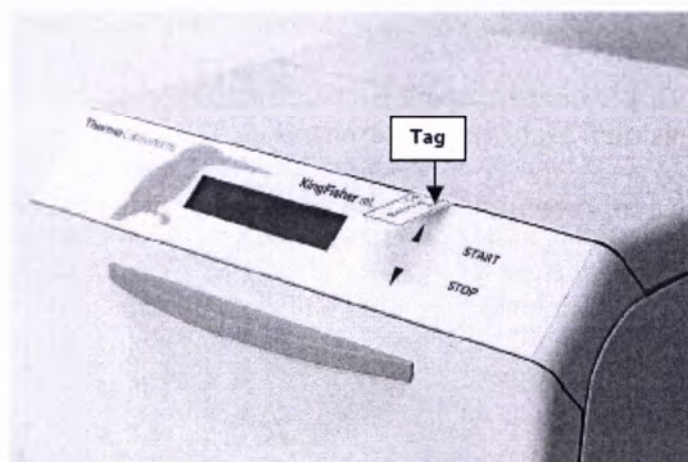
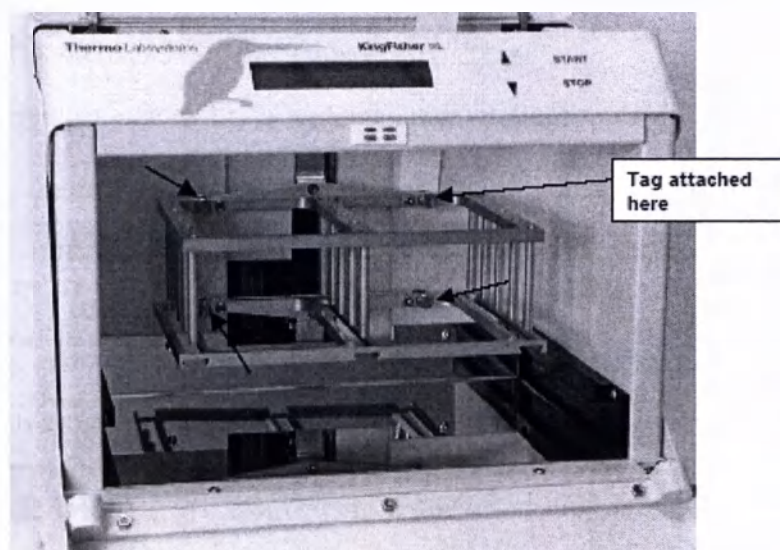

Рис.5.1. Ярлычок, предупреждающий о наличии в «KingFisher mL» транспортной блокировки, перед удалением транспортного стопора
Рис.5.2. Расположение четырех крепежных винтов транспортной блокировки и место прикрепления ярлычка с предупреждающей надписью
Примечание: В ПРИБОРЕ ИМЕЕТСЯ ОДНА ТРАНСПОРТНАЯ БЛОКИРОВКА (Рис. 5.2.). Чтобы привлечь внимание пользователя, к прибору прикреплен белый ярлычок с текстом красного цвета «ВНИМАНИЕ! Перед включением удалите транспортную блокировку» («CAUTION! Remove Transport Lock Before Use») (Рис. 5.1.). Ярлычок на Рис. 5.1. и стрелки на Рис. 5.2. указывают местоположение транспортной блокировки.
1. Чтобы снять транспортную блокировку, отвинтите четыре винта прилагаемой шлицевой отверткой 3 мм. Оставьте винты в их гнездах на подвижной платформе (Рис.5.2.).
2. Удалите предупреждающий ярлычок (Рис. 5.2.).